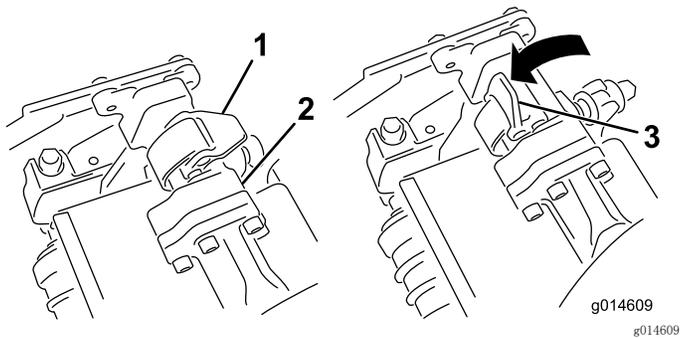
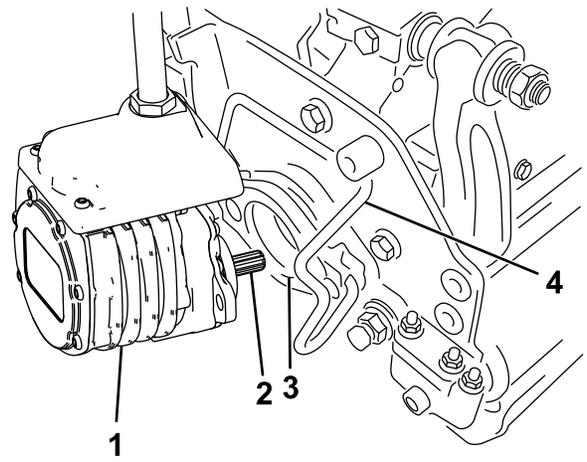

图49
图50
4. 当悬挂臂杆上的门锁指向上方（即打开）时（图49），向下压悬挂臂，使悬挂臂杆与滚刀组上方的支架相契合（图50）。
5. 向下并绕着滚刀组横杆关闭闩锁，将它们锁定到位（图49）。
5. 打开您正在拆下的滚刀组悬挂臂上的门锁（图49）。